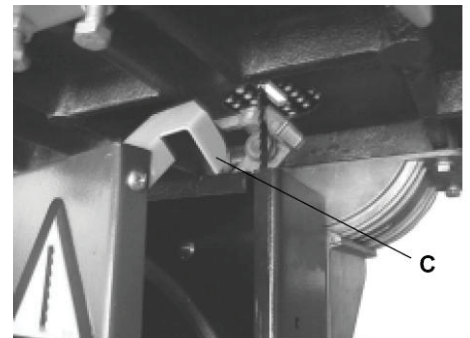

Рис. 15
- Если открыть дверцу нижнего шкива пилы, то нижний кожух полотна (C) Рис. 15 опустится вниз.